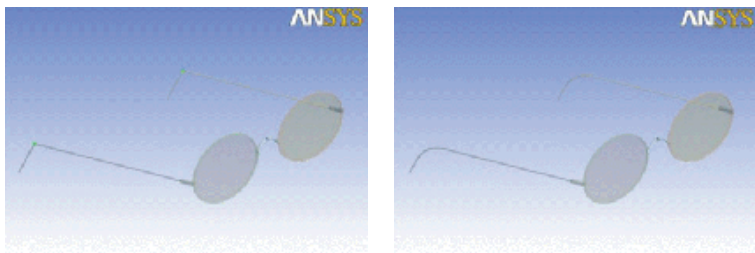

图 3-64 顶点圆角
- 顶点圆角，由  Vertex Blend 按钮提供，如图 3-64 所示。